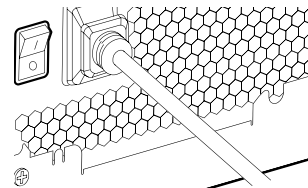

рис. 3
4. Включите питание, щелкнув переключатель ON на блоке питания. Двигатель насоса будет заполнен хладагентом из резервуара и начнет протекать через систему. Выключите питание, прежде чем резервуар станет пустым. Не дайте насосу работать всухую или без хладагента в резервуаре, так как это может привести к повреждению насоса (Рис. 3)!